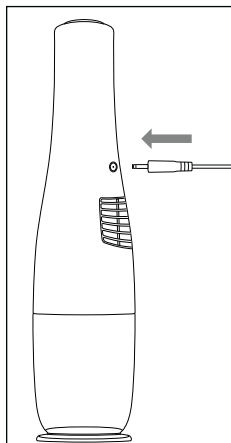

Fig. 1
- ◆ Conecte el conector coaxial **10** de la fuente de alimentación **11** en la conexión de carga **8** de la parte inferior del aparato (consulte la fig. 1). Conecte el enchufe de la fuente de alimentación **11** en la toma eléctrica. Tras esto, el piloto de control de carga **6** empezará a parpadear en azul y se iniciará el proceso de carga.